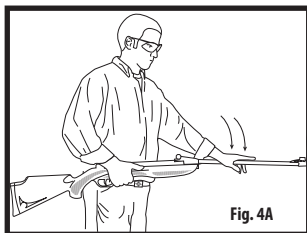

Fig. 4A
- Tenez l'arme près de votre corps en plaçant la crosse (A) sur le haut de votre cuisse.
- À l'aide de la paume de votre main, tapez fermement sur la bouche (E) du canon (Fig.4A) pour exposer la culasse.